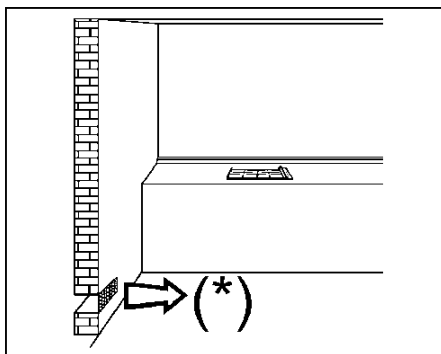
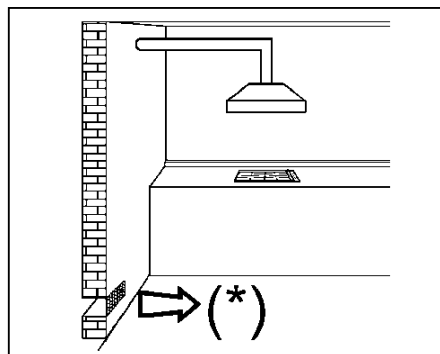
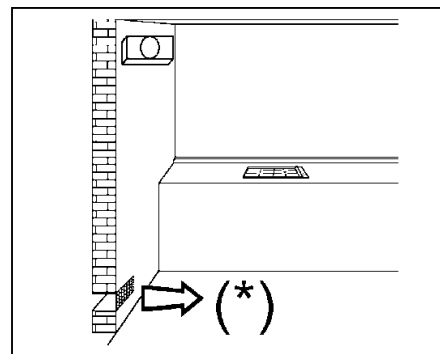

FIG. 3
FIG. 4
FIG. 5
- *l'utilisation d'un appareil de cuisson au gaz produit de la chaleur et de l'humidité dans la pièce où il est installé. Il est donc nécessaire d'assurer une bonne aération de la pièce en veillant à ne pas obstruer les ouvertures pour la ventilation naturelle (fig. 3) et en mettant en marche le dispositif mécanique d'aération (hotte aspirante ou électro-ventilateur fig. 4 et fig. 5).*